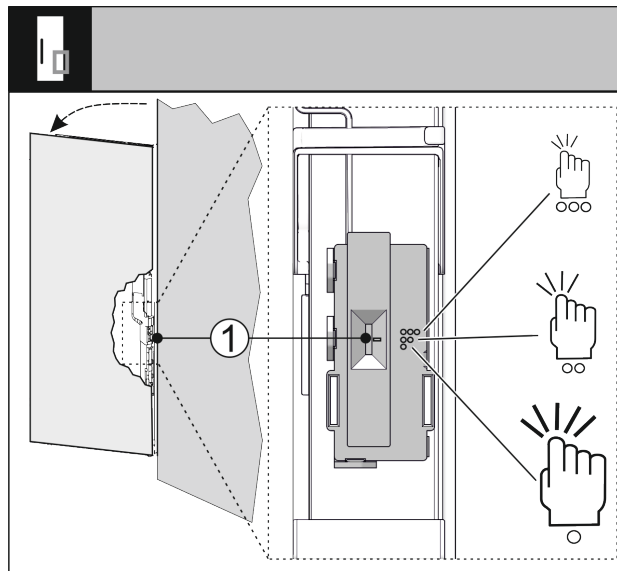

Fig. 71
Občutljivost signala trkanja lahko nastavite s stikalom Fig. 71 (1). Stikalo je na strani tečajev na spodnji tretjini vrat.
- ▶ Stikalo Fig. 71 (1) potisnite v želeno postavitev stikala.